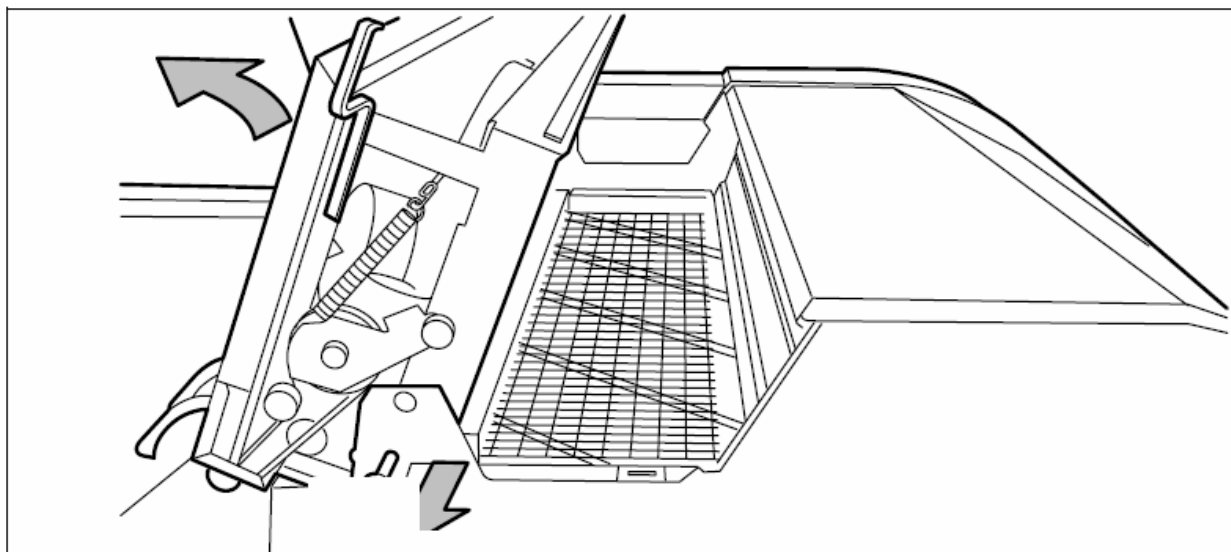

Рисунок 131. Открывание крышки секции термического спекания
- Откройте секцию термического спекания, поднимая крышку с помощью ручки зеленого цвета (смотрите рисунок 131).
3. Откройте секцию термического спекания, поднимая крышку с помощью ручки зеленого цвета (смотрите рисунок 131 на странице 170).